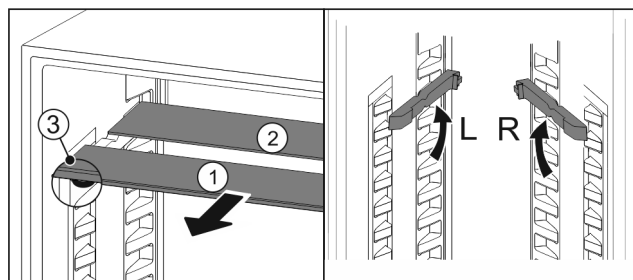

Fig. 67
- ▶ Steklene plošče posamično izvlecite Fig. 67 (1) naprej.
- ▷ Steklena plošča Fig. 67 (1) z okrasno letvijo je spredaj.
- ▷ Zaustavljalniki Fig. 67 (3) so obrnjeni navzdol.